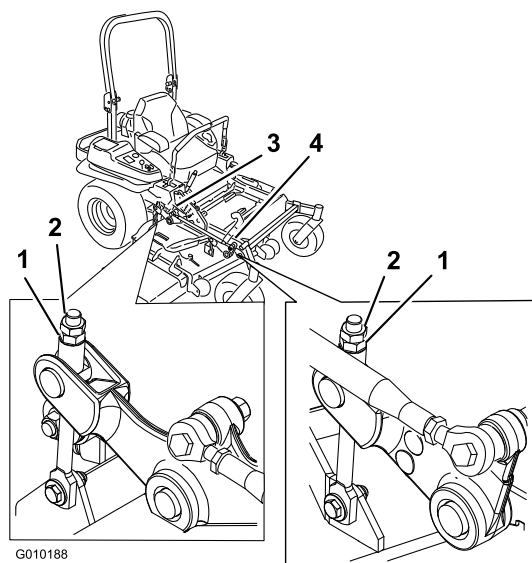

Figura 85
10. Gire la tuerca de ajuste del conjunto de elevación de la plataforma delantera para modificar la altura (Figura 85).
16. Gire la tuerca de ajuste del conjunto de elevación de la plataforma delantera para modificar la altura (Figura 85).